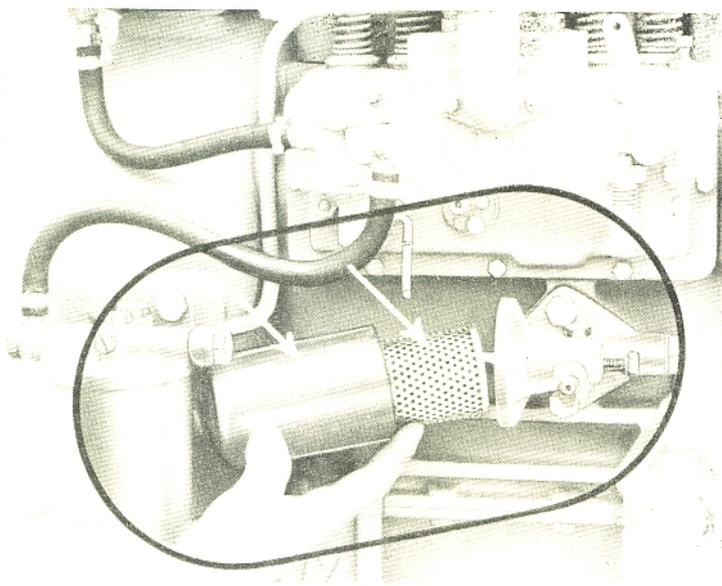

Fig. 7
- 2) Rimontare tutti i particolari con la massima cura e pulizia (Fig. 7).